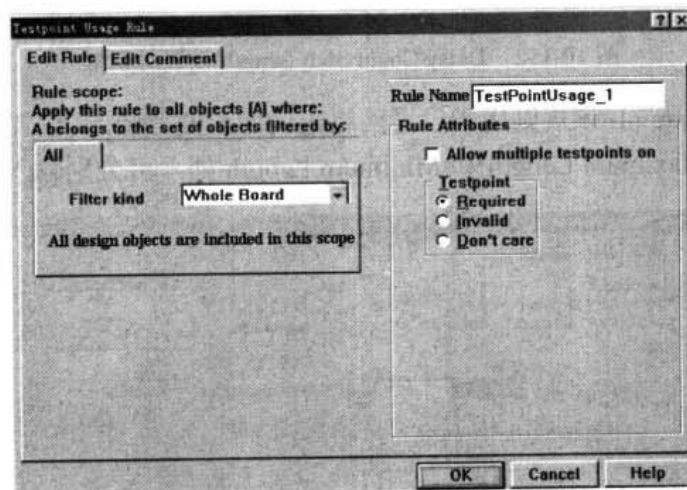

图 10-110 Testpoint Usage Rule (测试点用法) 设置对话框
- Testpoint Usage: 测试点用法。该规则用于设置需要测试点的网络, 应用于确定测试点、自动布线和在线 DRC 过程。DRC 报表将给出不符合该规则的网络, CAM 管理器中测试点报表将给出有效测试点的位置。其测试点用法设置对话框, 即如图 10-110 所示。